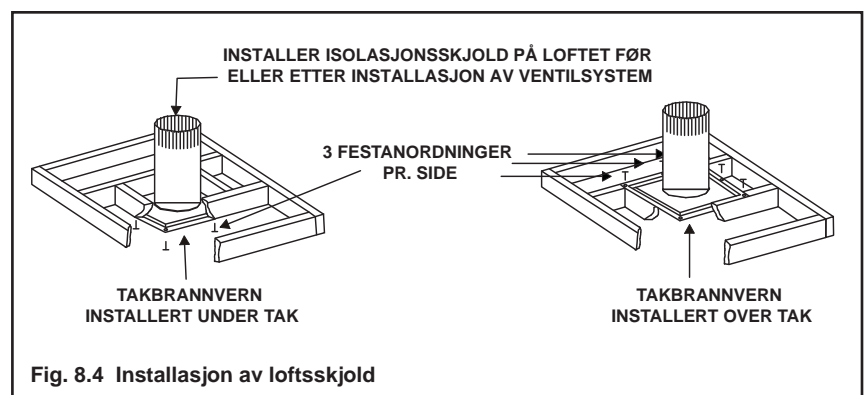

Fig. 8.4 Installasjon av loftsskjold
- Takbrannvern kan installeres over eller under takbjelkene når installert i loft isolasjonsskjold. Det må plasseres under bjelkene mellom gulv som ikke er isolerte. Referer til Fig. 8.4.